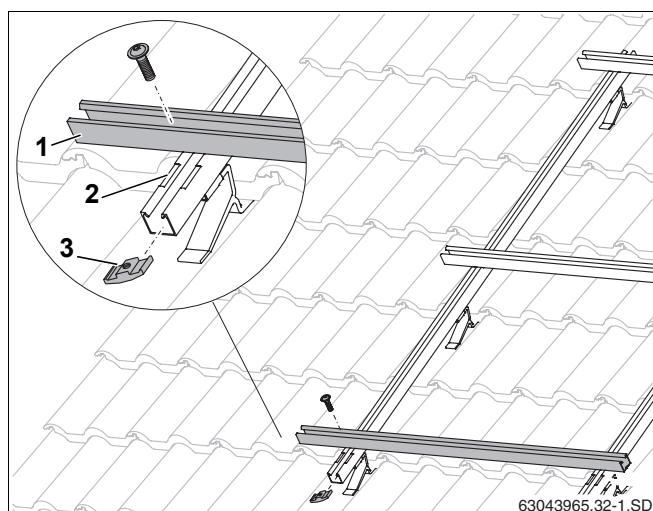

Fig. 30 Montarea șinelor profilate orizontale
- Șinele profilate (Fig. 30, **Poz. 1**) se poziționează în creștătura (Fig. 30, **Poz. 2**) șinelor profilate de sarcină mare (zăpadă) și se strâng ușor cu șuruburi și piulițe de aluminiu (Fig. 30, **Poz. 3**), astfel încât șinele profilate să mai poată fi orientate.